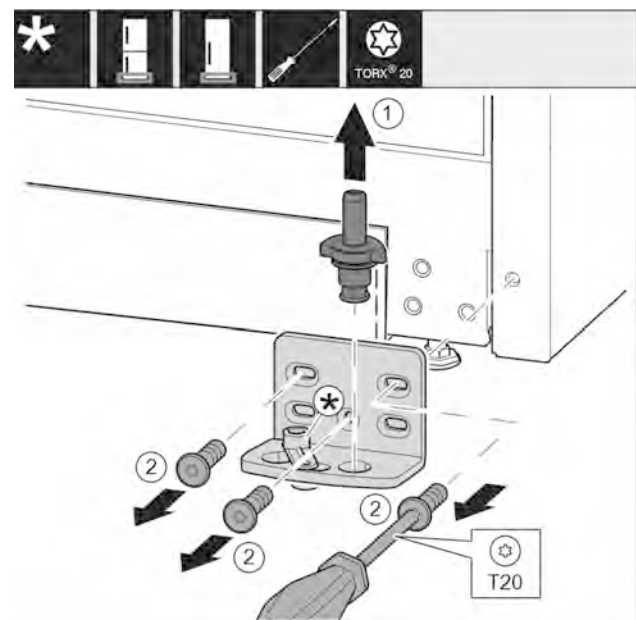

Fig. 22
- ▶ Опорный палец полностью извлеките движением вверх. Fig. 22 (1)
- ▶ Открутите винты отверткой T20 и снимите опорный кронштейн. Fig. 22 (2)